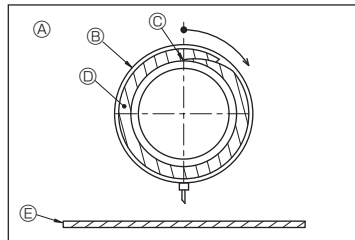

Afb. 3-4
3.3. Installatie van Draineerbuizen (Afb. 3-4)
- ① Juist aangelegde leidingen
- ② Onjuist aangelegde leidingen